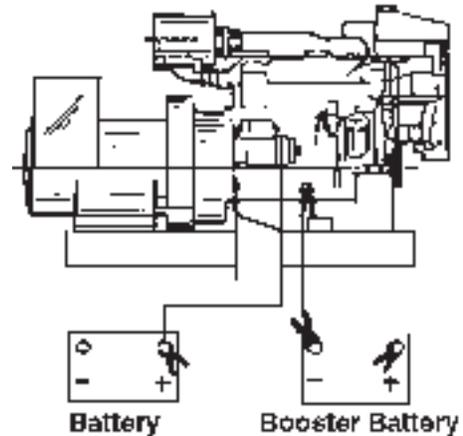

Figura 20: BATERÍAS ADICIONADORAS
3. Primero, conecte el terminal positivo (+) de la batería adicionadora al terminal positivo (+) de la batería principal. Luego, conecte el terminal negativo (-) de la batería adicionadora en el bloque motor. (Vea la Figura 20.)